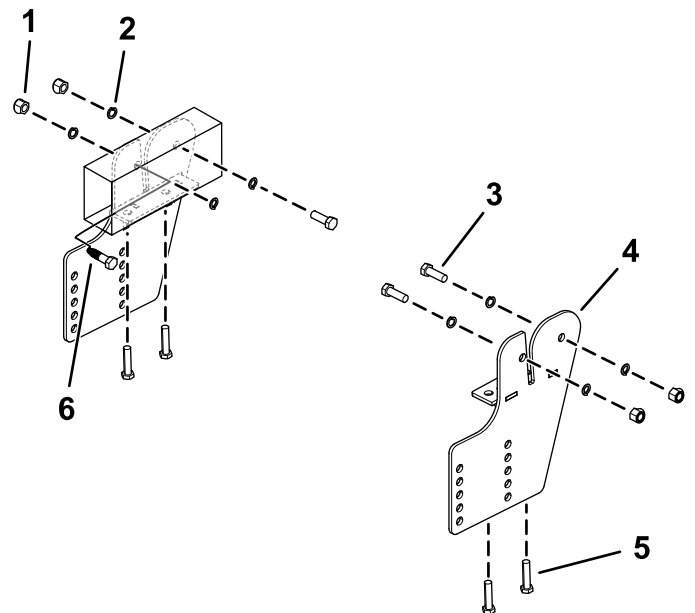

Figure 1
3. Fixez les plaques latérales au cadre du véhicule à l'aide de 4 boulons (12 x 50 mm), 4 boulons (½ x 1½ po), 8 rondelles fendues et 4 écrous entièrement filetés (½ po) comme montré à la Figure 1.